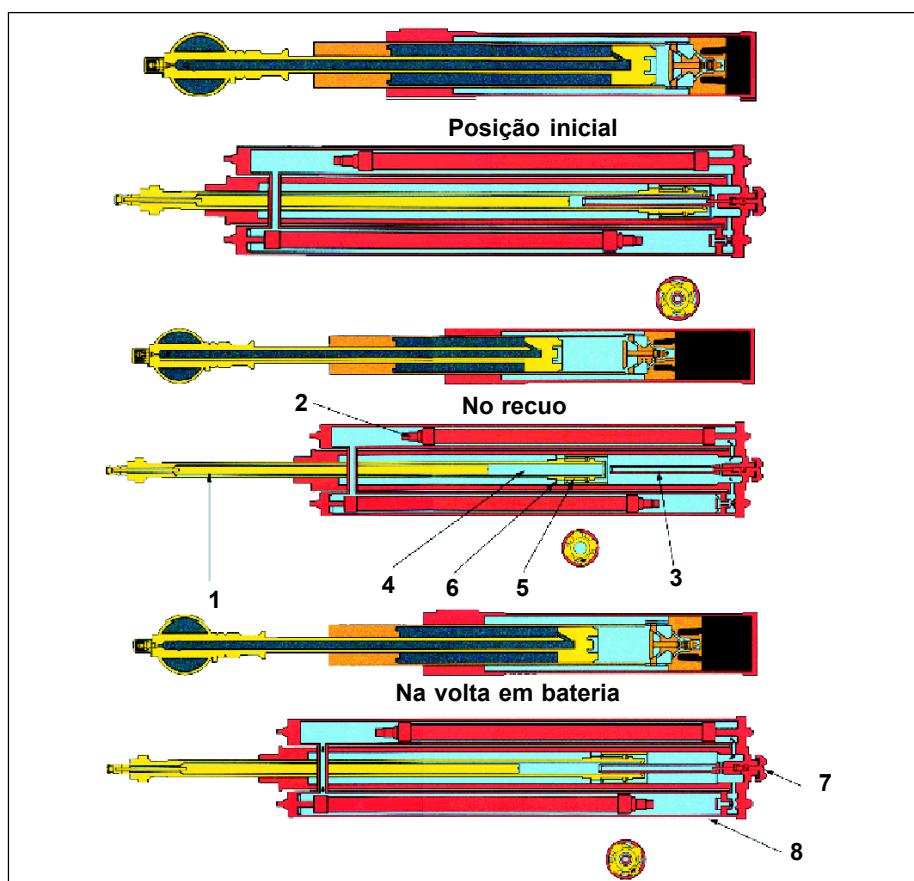

Fig 9-5. Funcionamento do amortecedor
(9) os compensadores são feitos de borracha e possuem uma válvula de enchimento onde é colocada uma pressão de gás. A espessura do compensador deve ser de 40 mm à temperatura ambiente, em todo o seu comprimento.
b. Funcionamento (Fig 9-5) - Início do movimento - Quando o obuseiro atira, o tubo recua. A haste do amortecedor é ancorada ao berço, permanecendo estacionária. O corpo do amortecedor (8), solidário ao tubo, movimenta-se para a retaguarda dando origem às seguintes ações simultâneas e contínuas:
(1) o óleo existente no interior do cilindro amortecedor (4) é forçado da frente para a retaguarda do cilindro passando pela válvula fixa (5), através de orifícios (em Nº de 4).
(2) quando a arma recua, as ranhuras existentes no interior do cilindro amortecedor fazem com que a válvula rotativa gire e gradualmente feche os orifícios da válvula fixa, em consequência, estrangulando o fluxo de óleo e reduzindo a velocidade de recuo. À medida que o recuo vai chegando ao final, o conjunto válvula fixa e válvula rotativa fechar-se-á, finalizando o recuo do armamento
(3) o óleo proveniente da parte frontal do cilindro amortecedor passa para trás, ocupando o lugar deixado pela haste do amortecedor (1), porém esta quantidade de óleo não é suficiente. O espaço criado no cilindro amortecedor, pela saída da haste, tende a criar um vácuo, fazendo com que a bilha da válvula de retenção saia do seu assento e o óleo seja sugado dos cilindros compensadores para o cilindro amortecedor. As borrachas dos tubos compensadores (2) existentes nos cilindros compensadores se expandem para compensar o volume de óleo que demandou para o cilindro amortecedor.
(4) quando a haste de controle (cônica) (3) começa a sair da haste do amortecedor (1) a abertura entre ambas vai aumentando. O óleo flui através desta abertura e também pelos canais radiais da haste de controle, preenchendo o interior da haste do amortecedor, tendo em vista a saída da haste de controle.
(5) quando os orifícios da válvula fixa são finalmente fechados, o recuo cessa e a massa oscilante começa a voltar à posição de bateria pela ação do recuperador.